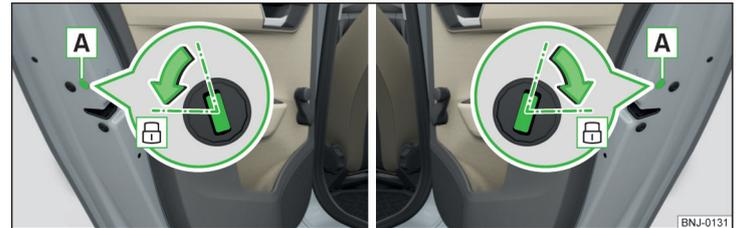

Abb. 173 Notverriegelung: Tür hinten links/rechts
- Die Blende **A** abbauen » Abb. 173.